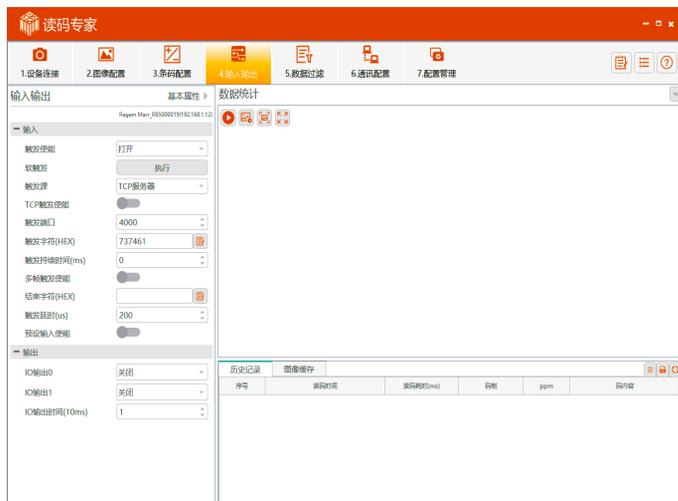

图 4-3
2、如不关闭触发使能，需要外部触发信号或内部软触发，如图 4-3 所示。